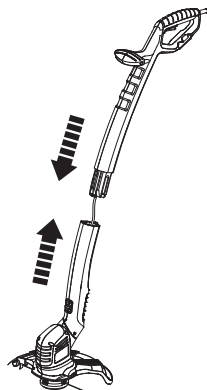

Fig. 1
- > Alinee entre sí las secciones superior (10) e inferior (9) del tubo y encájelas la una en la otra. Asegúrese de que el conector de fijación queda firmemente encajado en su sitio (Fig. 1).